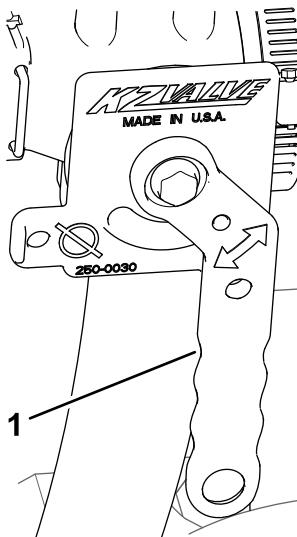

Figure 42
- Tournez la poignée de la vanne de coupure du mélangeur à la position ouverte (Figure 42).
5. Fermez la vanne de coupure du mélangeur ; voir Figure 42 de Démarrage du mélangeur \(page 21\).